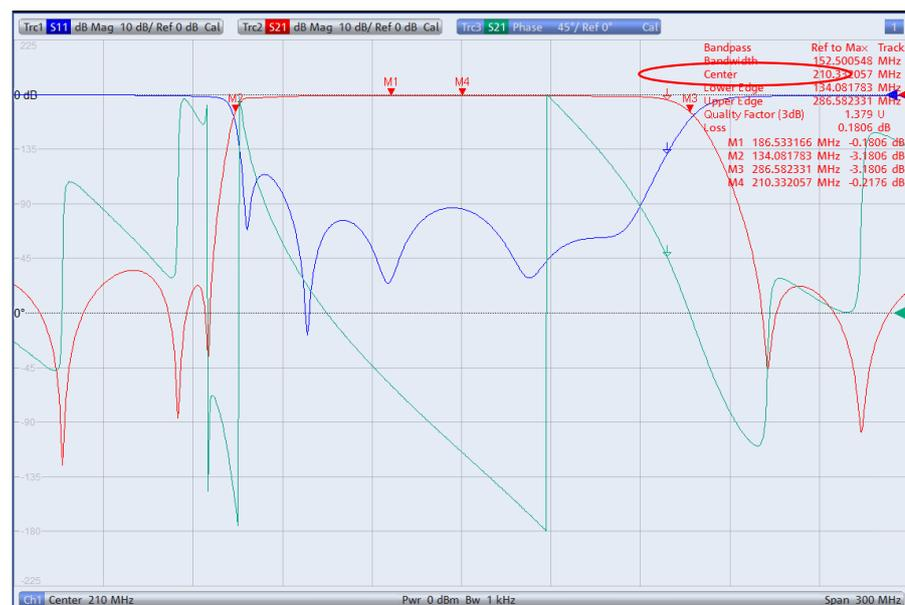

Bild 5-10: Anzeige der absoluten Bandpass Mittenfrequenz.
- Reiter *Advanced* auswählen und *Geometric Calculation of Bandfilter Center* deaktivieren. Statt dem geometrischen Mittel wird nun die absolute Mittenfrequenz von 210.33 MHz angezeigt (Bild 5-10).